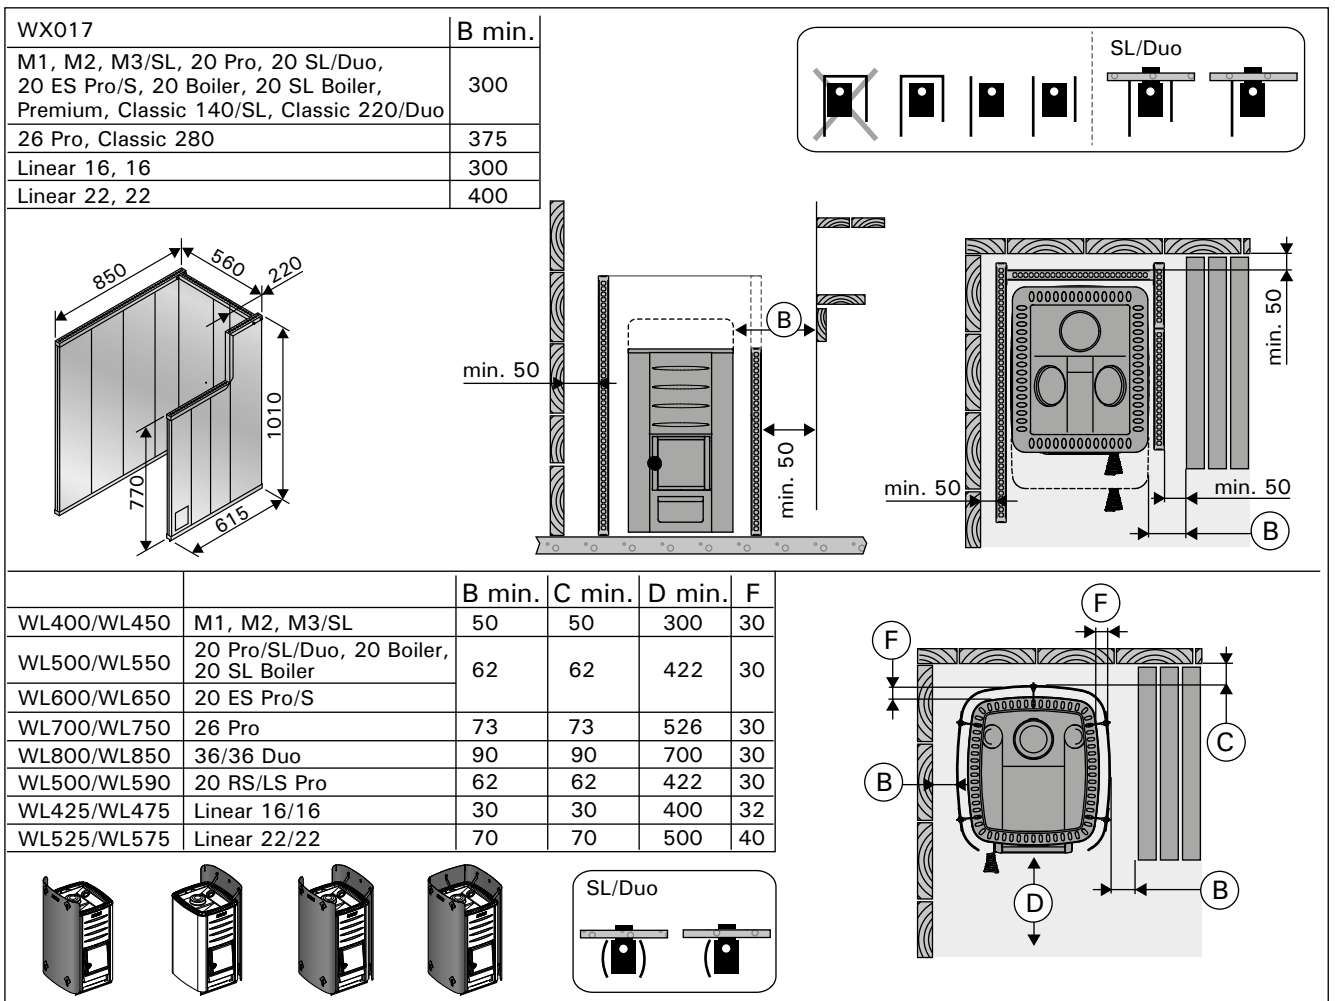

Рисунок 8. Безопасные расстояния с защитными ограждениями (все размеры приведены в миллиметрах)
- D. Защитное ограждение Harvia WX017.** Рисунок 8.
- E. Защитная обшивка WL400/WL450, WL500/WL550, WL600/WL650, WL700/WL750, WL800/WL850, WL590, WL425/WL475, WL525/WL575.** Рисунок 8.